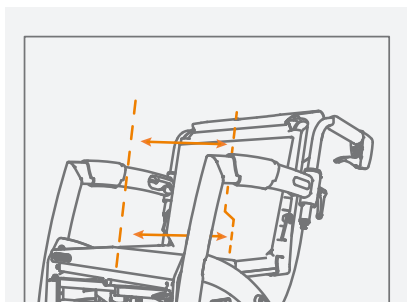

Figura 53: Due cinghie posteriori inferiori allentate.
- d. Nella maggior parte dei casi, le cinghie inferiori saranno regolate più allentate rispetto alle due cinghie superiori (**Figura 53**). Attaccare il Velcro in modo che il bacino dell'utente sia correttamente verticale e lo schienale supporti la schiena.